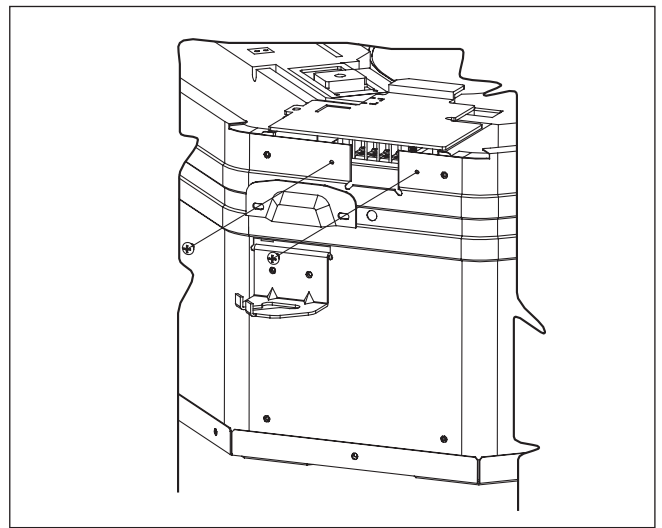

Figura 3
1. Togliere il copri-cavo togliendo le 2 viti come mostra la Figura 3.